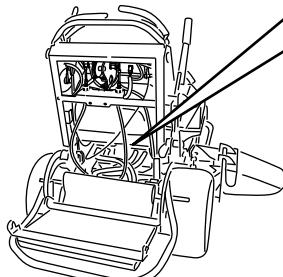

図24
- バイパスバルブを2個とも、左に1-2回転させて開く 図24。